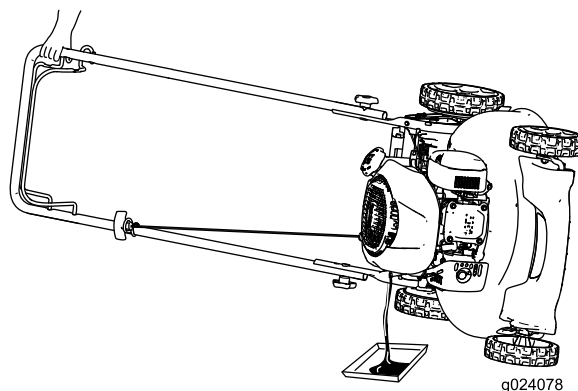

Figure 20
2. Inclinez la machine sur le côté (jauge en bas) pour vidanger l'huile usagée par le goulot de remplissage (Figure 20).